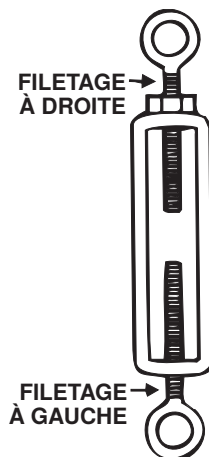

Figure 1. Tendeur et écrou hexagonal
- a. Retirez le boulon à œil fileté à droite du tendeur (voir Figure 1) et installez l'écrou hexagonal sur le boulon à œil avec les dents de l'écrou éloignées de l'œil.